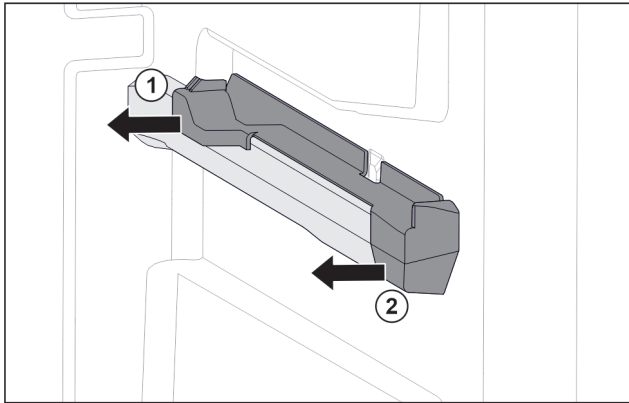

Fig. 117 Aufsteckteil auf der rechten Behälterrippe
- ▶ Aufsteckteil hinten zur Seite abziehen. Fig. 117 (1)
- ▶ Aufsteckteil vorne zur Seite abziehen. Fig. 117 (2)